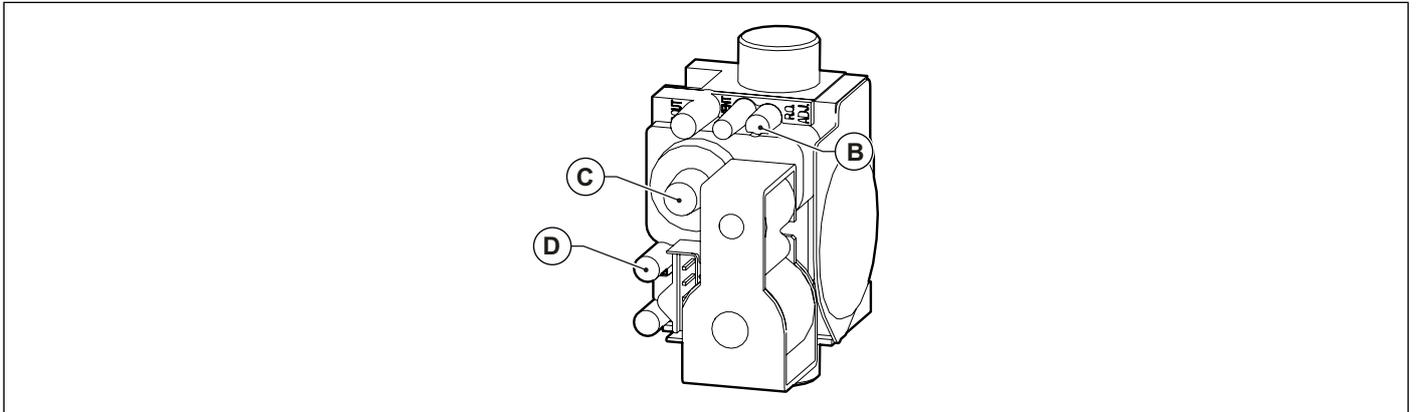

Abb. 35 Einstellung des Gasventils
- Den (CO₂) - Gehalt im Abgas anpassen, dazu die Einstellschraube **B** drehen (siehe Abb. 35 Einstellung des Gasventils) die Abgaswerte überprüfen/anpassen, siehe Tab. 33 CO₂-Werte im Abgas.
- Prüfen Sie, ob der Kohlenmonoxid (CO)-Wert im Abgas bei maximaler Leistung unter dem Grenzwert des Tab. 33 CO₂-Werte im Abgas.
- Prüfen Sie, ob der Kohlenmonoxid (CO)-Wert im Abgas bei minimaler Leistung unter dem Grenzwert der Tab. 33 CO₂-Werte im Abgas.
- Drehen Sie den Verhältnisregler **B** (siehe Abb. 35 Einstellung des Gasventils), um den Sauerstoff-Wert (O₂) im Rauchgas zu regulieren, bis er innerhalb der Grenzwerte liegt, und zwar gemäß Tab. 34 O₂-Werte im Abgas.
- Drehen Sie den Regler des Offsets **C** (siehe Abb. 35 Einstellung des Gasventils), um den Sauerstoff-Wert (O₂) im Abgas und den Gasdruck des Offsets zu regulieren, bis beide innerhalb der Grenzen liegen, und zwar gemäß Tab. 34 O₂-Werte im Abgas.